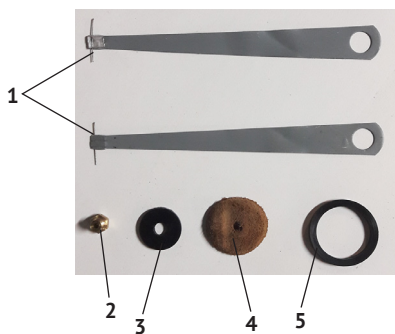

рис. 2
4.2 Комплектующие представлены на рис.2